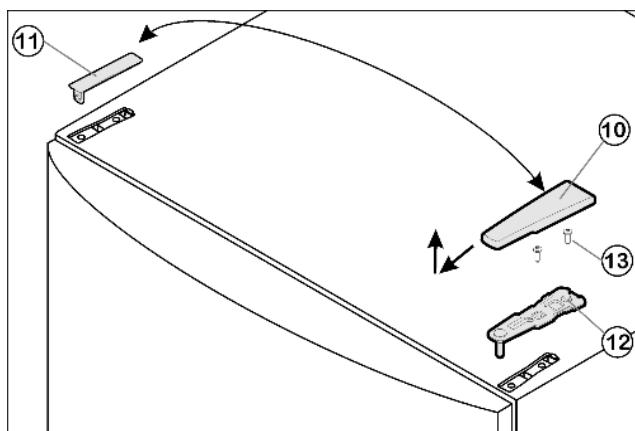

Fig. 4
- ▶ Крышку Fig. 4 (10) снимите движением вперед и вверх.
- ▶ Снимите крышку Fig. 4 (11).
- ▶ Открутите верхний опорный кронштейн Fig. 4 (12)(2 шт. Torx 25) Fig. 4 (13) и вытяните вверх.
- Установите верхний опорный кронштейн Fig. 4 (12) на новой стороне шарнира и защелкните в дверце.
- Прикрутите верхний опорный кронштейн Fig. 4 (12)(2 шт. Torx 25) Fig. 4 (13). При необходимости просверлите отверстия или используйте аккумуляторную отвертку.
- Защёлкните крышку Fig. 4 (10) и крышку Fig. 4 (11) на противоположной стороне.